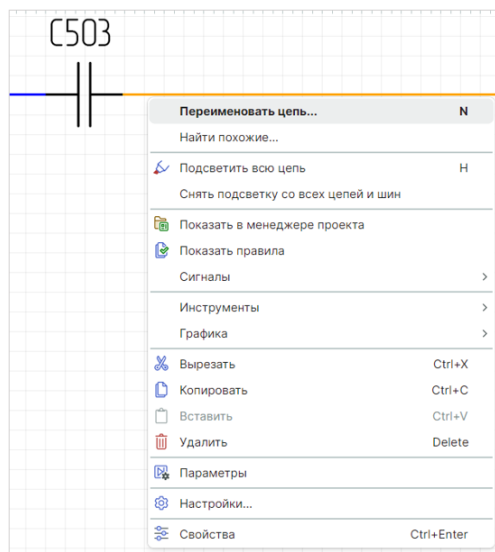

Рис. 113 Переход к переименованию цепи из контекстного меню
- Из контекстного меню цепи с помощью команды «Переименовать цепь», см. Рис. 113.